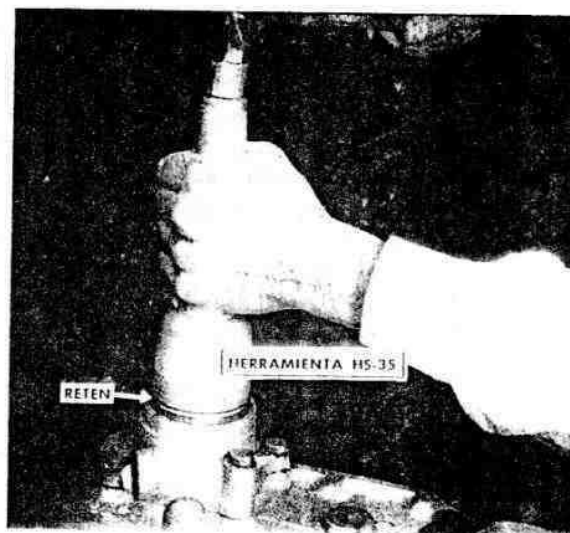

Fig. 178. — Instalando el retén de aceite en la extensión trasera, con la herramienta HS-35.
12) Colocar por orden en la extensión delantera los siguientes elementos: junta del retén de aceite, y dicho retén con el instalador (Fig. 178) . Colocar la brida de acoplamiento delantero con la herramienta, arandela y tuerca correspondiente en el eje de salida delantero.